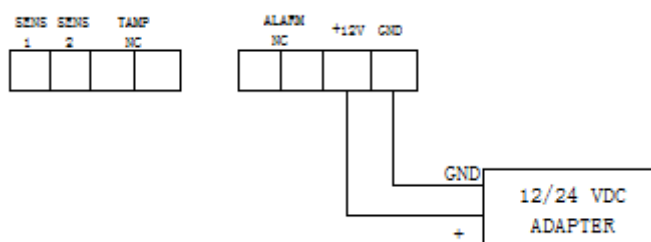

图 1-电源接线图
传感器有两个的供电模式，默认情况下它是由电池供电，它也可以使用直流供电（图 1）。当使用电池供电时，触发的报警信息会立即送至主机，而配置参数和设置信息会在当设备
- 3) 将恒流电源连接到+ 12 终端和接地终端(图 1);